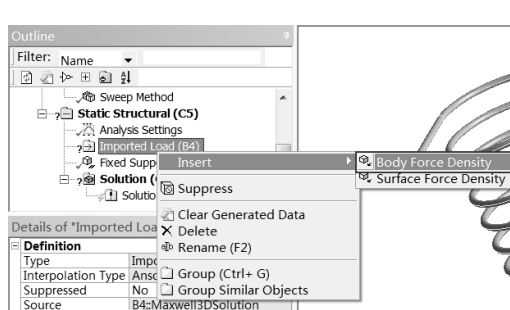

图 19-116 映射力密度
Step2 : 映射力密度到结构网格上。右击 Static Structural (B5) 下面的 Imported Load 选项, 在弹出的如图 19-116 所示的快捷菜单中选择 Insert Body Force Density 命令。